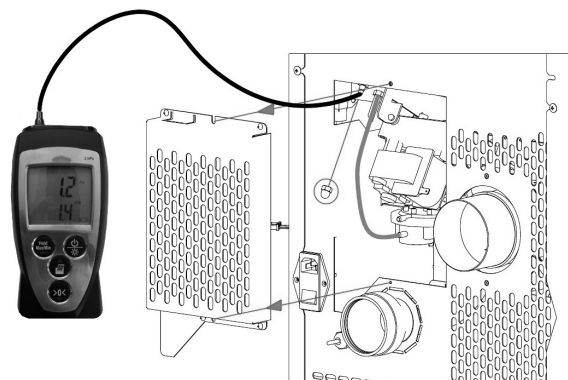

Fig. 29 - Connexion du pressostat numérique
- Connecter, au biais d'un tube en silicone, un pressostat numérique pour relever la dépression (voir Fig. 29).